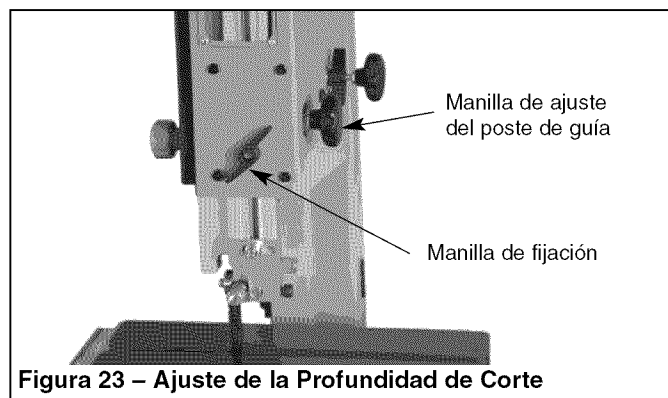

Figura 23 – Ajuste de la Profundidad de Corte
- Para ajustar esta altura, afloje la manilla de fijación al lado del alojamiento de la rueda superior (véase la Figura 23).